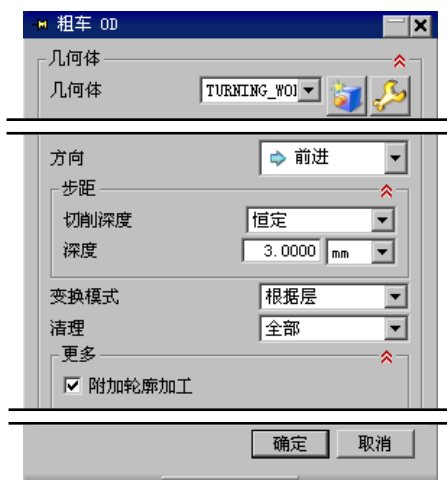

图 7.2.19 设置隐藏参数
Step2. 单击“粗车 OD”对话框中的 **更多** 区域，选中 ☒ **附加轮廓加工** 复选框，如图 7.2.19 所示。